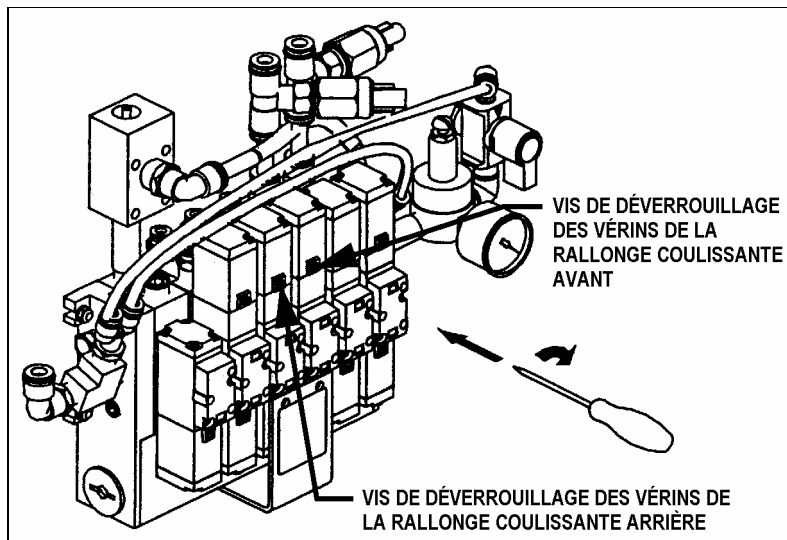

FIGURE 6
2. Identifier le distributeur pneumatique contrôlant les vérins de verrouillage de la rallonge coulissante à réajuster (voir la figure 6).